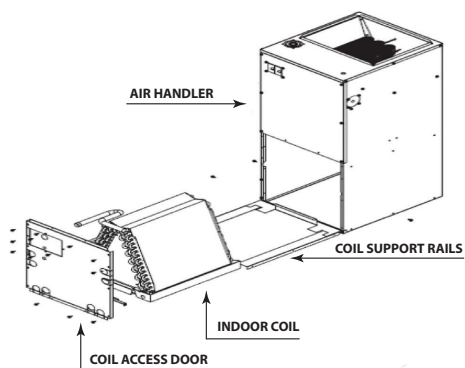

Figure 5. Démontage du serpentin intérieur
Les appareils de traitement d'air de la série NAS peuvent être convertis en une configuration à débit descendant à l'aide d'un nécessaire de conversion à débit descendant requis en suivant les instructions ci-dessous (voir les figures 5 et 6).
3. Retirez l'ensemble du serpentín intérieur avec le bac à condensat en faisant glisser l'avant de l'appareil de traitement d'air comme indiqué sur la figure 5.